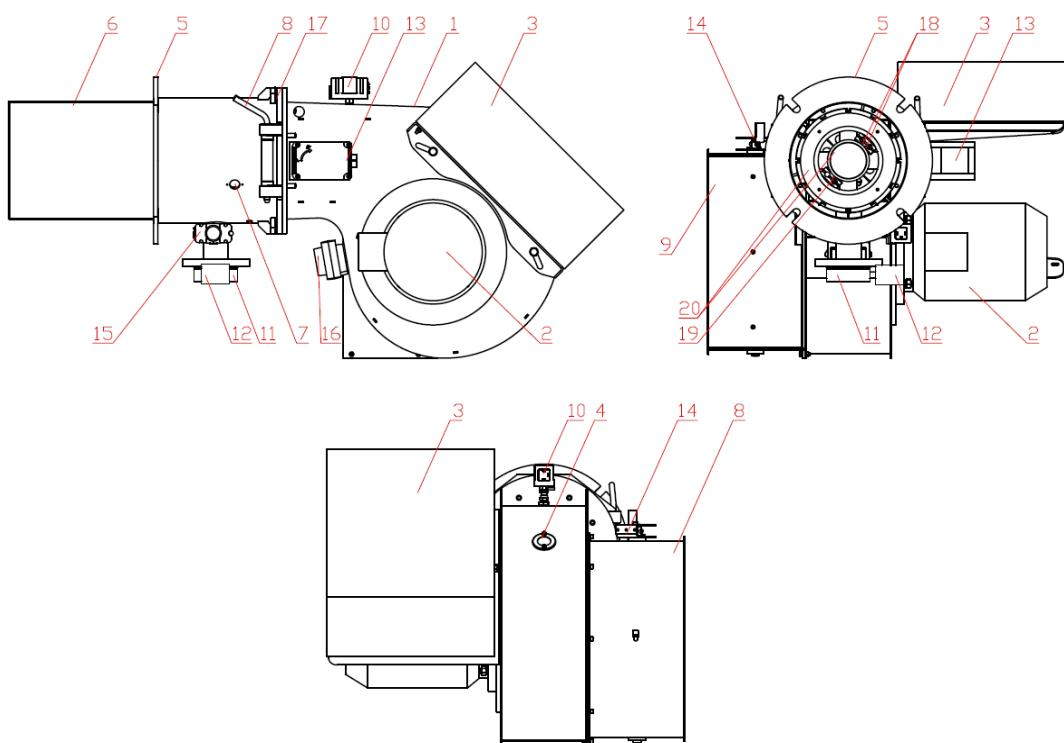

Рис.1. Общий вид устройства горелочного серии Т-3.250 G.E.
1.3.1 Состав устройства горелочного серии Т-3.250 G.E и размещение составных частей показаны на рис.1.